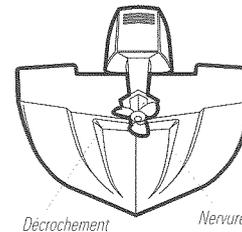

Figure 10
- Sur les bateaux ayant une coque à décrochement, il est possible de monter le transducteur sur le décrochement. Ne montez pas le transducteur sur le tableau arrière, derrière un décrochement, sinon le transducteur pourrait émerger de l'eau à haute vitesse; le transducteur doit rester immergé dans l'eau pour que la tête de commande puisse maintenir le signal sonar. (Figure 10)